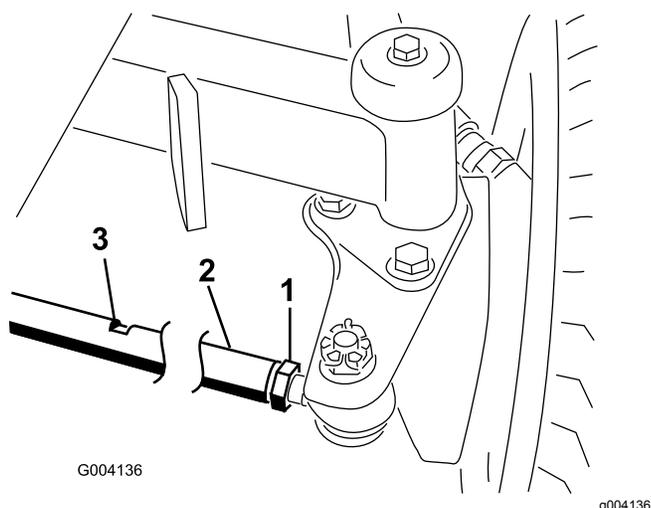

Рисунок 61
2. Ослабьте контргайку с каждой стороны тяги (Рисунок 61).